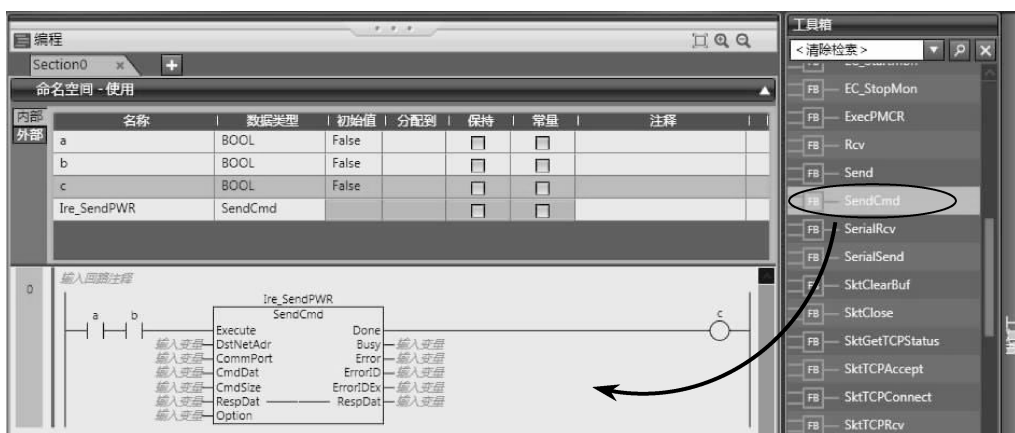

图 5-14 插入功能块指令
1) 从工具箱的通信里选择 SendCmd，把它拖放到插入的位置，如图 5-14 所示。